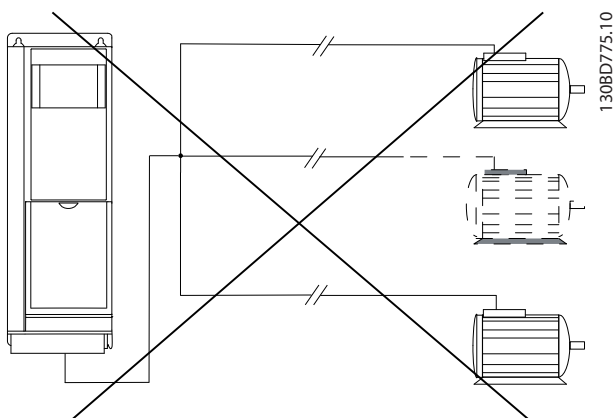

Ilustración 3.17 Conexión de punto común para longitudes del cable largas
- No utilice conexiones de punto común para longitudes de cable largas, consulte la Ilustración 3.17.